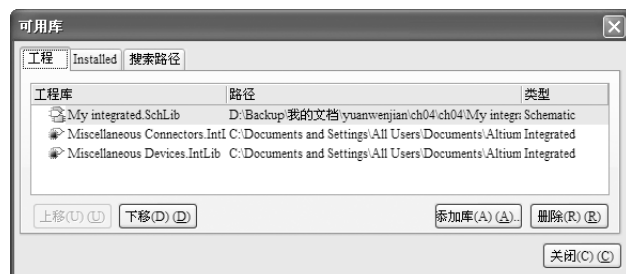

图 4-33 “可用库”对话框
在“库”面板中单击`libraries...`按钮，系统将弹出“可用库”对话框。在该对话框中单击`添加库(A) (A)...`按钮，选择系统库文件“My integrated. SchLib”、“Miscellaneous Devices. IntLib”和“Miscellaneous Connectors. IntLib”，单击`打开(O)`按钮，完成库添加，结果如图4-33所示，单击`关闭(C) (C)`按钮，关闭该对话框。